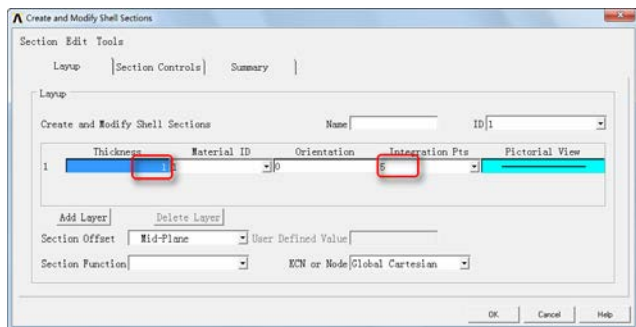

图 13-17 “Create and Modify Shell Sections”对话框
⑧定义厚度：Main Menu > Preprocessor > Sections > Shell > Lay-up > Add / Edit，输入“Thickness”为 1，单击“Integration Pts”为 5，如图 13-17 所示。单击“OK”按钮。